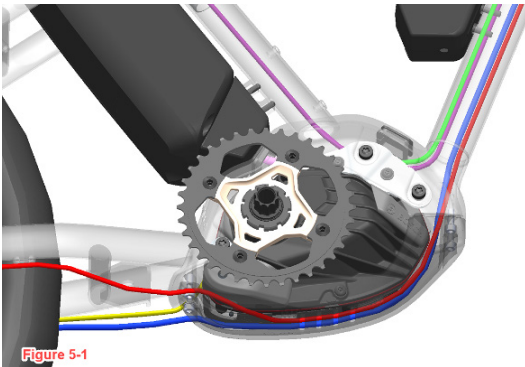

Figure 5-1
8. Route rear brake and rear derailleur cables under motor and install skid plate [4mm Hex - 4Nm]. Ensure proper routing of cables through skid plate (Figures 5-1 and 5-2).
8. Faites passer les câbles du frein arrière et du dérailleur arrière sous le moteur et installez la plaque de protection [clé hexagonale de 4 mm - 4 Nm]. Assurez-vous que les câbles sont correctement acheminés dans la plaque de protection (figures 5-1 et 5-2).